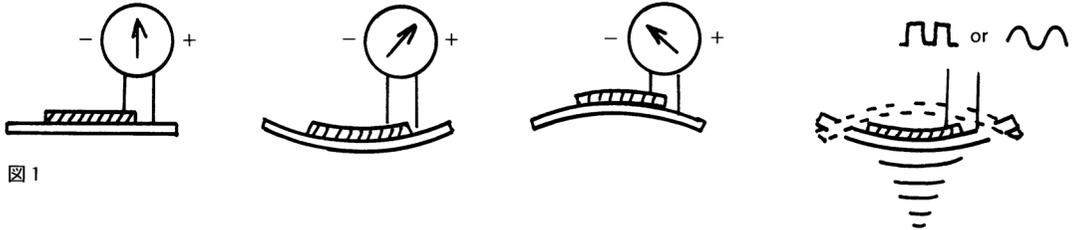

図1
- ① パネルおよび振動板(圧電ブザーエレメント黄銅板)の油性分や汚れ等を取り除き、Fig 1で示すように段の部分に3箇所程度、接着剤を塗布します。